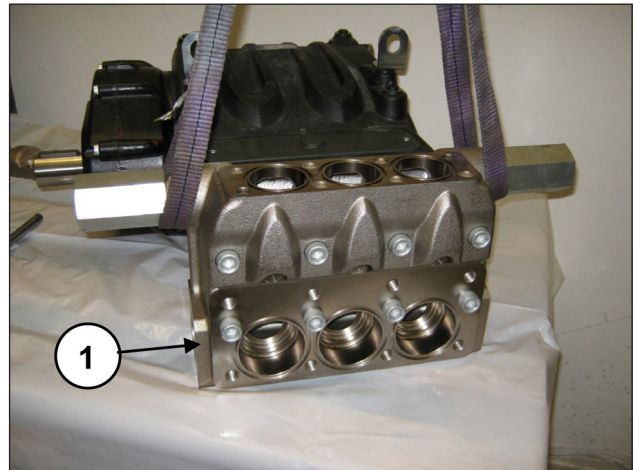
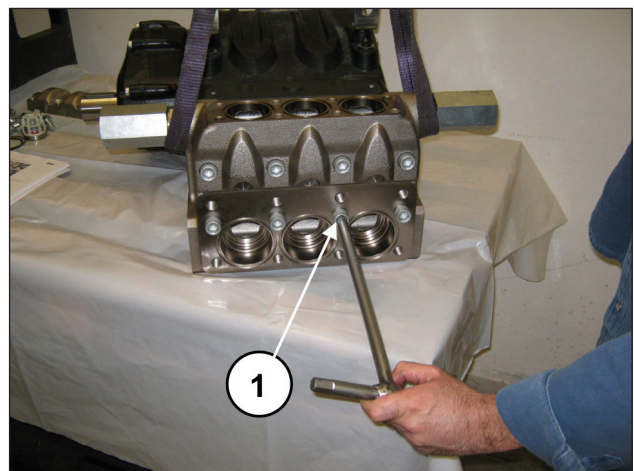

Abb. 162
Abb. 163
Bauen Sie den Kopf auf das Pumpengehäuse an (Pos. ①, Abb. 162) und achten Sie dabei, nicht gegen die Kolben zu stoßen. Ziehen Sie dann die 8 Schrauben M16x150 fest (Pos. ①, Abb. 163).